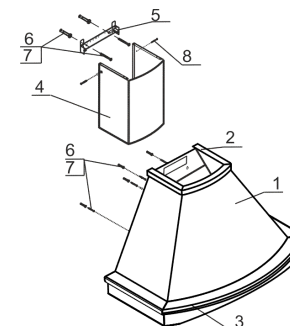

рис. 3
6.1 Прежде чем повесить кухонную вытяжку, необходимо верхнее деревянное обрамление (поз. 2, рис. 3) приклеить к корпусу вытяжки (поз. 1, рис. 3). Снимите защитную полосу с двухсторонней самоклеящейся ленты, которая наклеена на обрамлении и приклейте его к корпусу вытяжки.